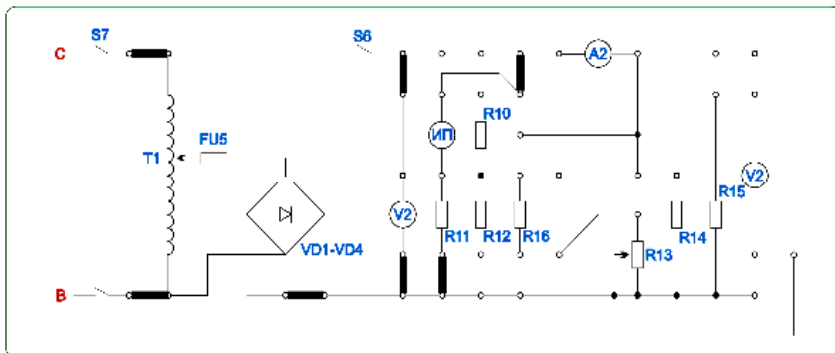

Рисунок 2.1 Монтажная схема для исследования вольтметра
1. Соберите схему (рис. 2.1.).
2. Используя рисунок 2.1 нарисовать электрическую принципиальную схему проведенного опыта с максимальным количеством элементов. Элементы обозначить в соответствии с рисунком 2.1